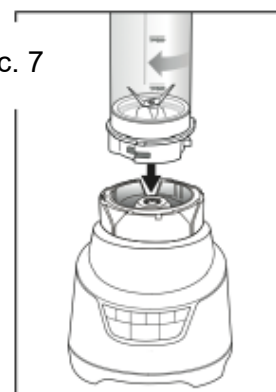

Рис. 7
10. Чтобы снять стакан с основания, поверните его против часовой стрелки (Рис. 7).